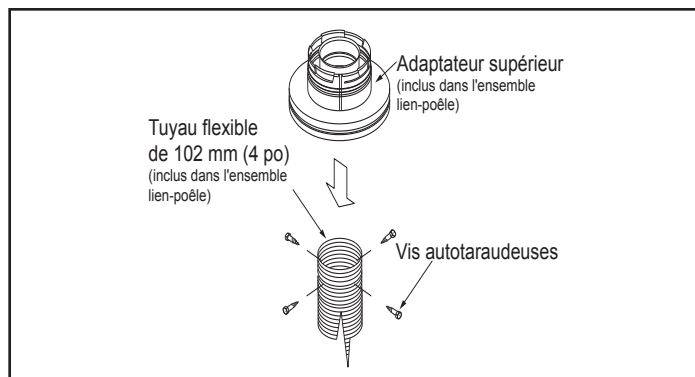

Figure 4.14
5. Connectez la chemise flexible à l'adaptateur supérieur, au moyen de trois vis à tôle. Voir la Figure 4.14.